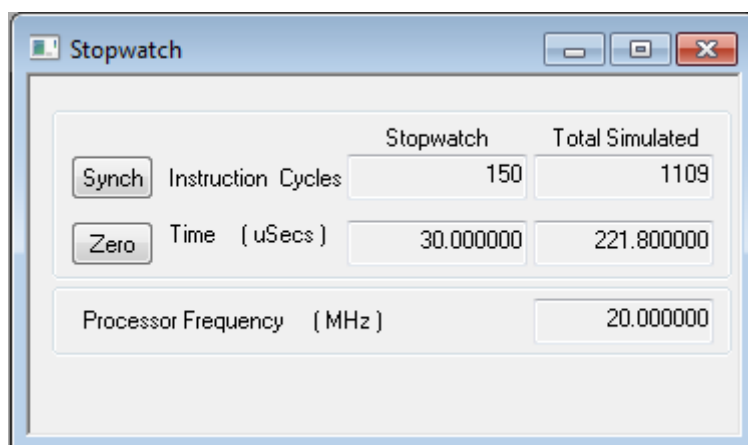

Рис. 5.5. Определение периода мигания светодиода
6. В программе MPLAB IDE открыть *Debugger-Stimulus-New Workbook*. В окне *Stimulus* (рис. 5.5) выбрать асинхронные стимулы *Asynch* и установить импульсные воздействия на выводах RB0 и RB6.
7. Включить *Fire* для RB0. Убедиться, что начинает выполняться подпрограмма обслуживания прерываний. После этого, используя *Debugger-StopWatch*, определить период быстрых миганий светодиода для тактовой частоты микроконтроллера 20 МГц (рис. 5.5). Период мигания соответствует времени двукратного прохода через первую точку останова.